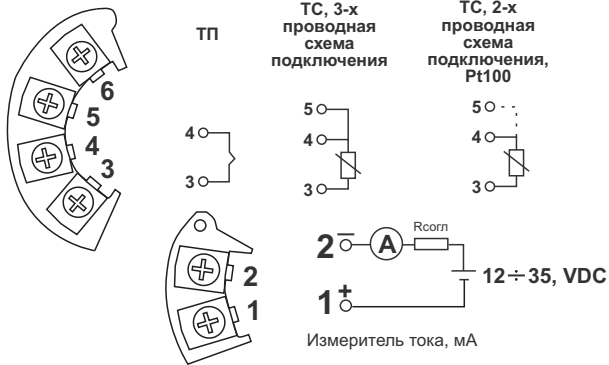

Рисунок 1 -Схемы подключения первичных преобразователей и питания прибора
1. Подключите к прибору датчик температуры в соответствии со схемой подключения (Рисунок 1).
2. Соединительные провода от датчика температуры продеть через центральное отверстие прибора и выполнить подключение в соответствии со схемой подключения (Рисунок 1).